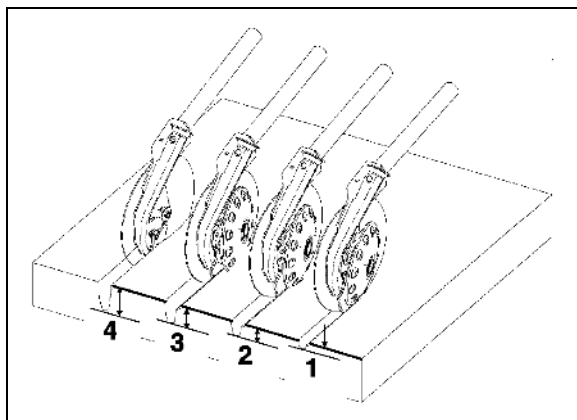

Fig. 89
Indstilling sker ved at forlænge eller forkorte det øverste strigleophæng (Fig. 89/1).
3. Løsn kontramøtrikkerne (Fig. 89/2).
4. Indstil det øverste strigleophæng til samme længdemål ved alle punkter. Det gøres ved at spænde alle boltene (Fig. 89/3) ensartet.
5. Spænd kontramøtrikkerne (Fig. 89/2), når indstillingsarbejdet er afsluttet.